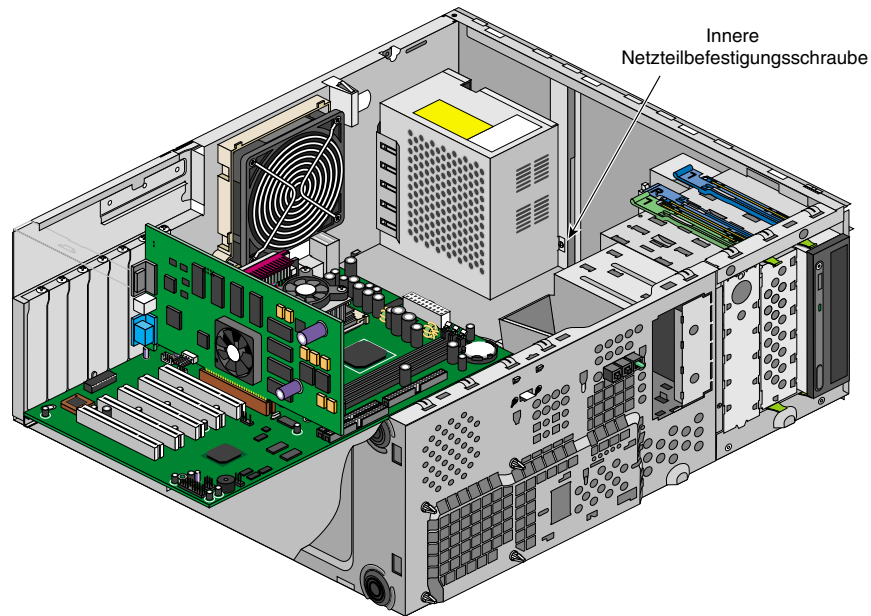

Abbildung 2-10 Lösen der inneren Netzteilbefestigungsschraube
6. Lösen Sie die Schraube an der Innenseite der oberen Abdeckung des Systems. Die Lage der Schraube geht aus Abbildung 2-10 hervor.
10. Bringen Sie die in Abbildung 2-10 gezeigte innere Schraube wieder an.